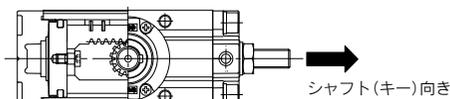

図3 シャフトの組付方向
- ① 表3の各部品にグリースを塗布する。
- ② チューブガスケット①①を左側カバー③に装着して本体①に取付け、座金付六角穴付ボルト①⑤で固定する。
- ③ ラック⑥とピストン④③⑤を本体に挿入し、下部ベアリング①④を本体内のハウジングに装着する。このとき、ピストンパッキン①②は本体ハウジング部を通過するので損傷しないよう慎重に挿入する。
- ④ ラックとピストンを左側カバー③に当たるまで押した後、シャフト⑤を本体に挿入する。このとき、キー溝の方向は図3に示すように右側カバー④の方向となるように組立てる。
- ⑤ 上部ベアリング①④とベアリング押え①⑩をシャフトおよび本体に装着し、十字穴付タッピンねじ①⑰で固定する。
- ⑥ 六角穴付止めねじ④③⑦にシールワッシャ④④と六角ナット④④を取付け、右側カバーの角度調整用カラー④③⑨を取付ける。
- ⑦ チューブガスケットを右側カバーに装着して本体に取付け、座金付六角穴付ボルトで固定する。
- ⑧ 組立完了後作動テストおよび外部への空気漏れについて点検する。